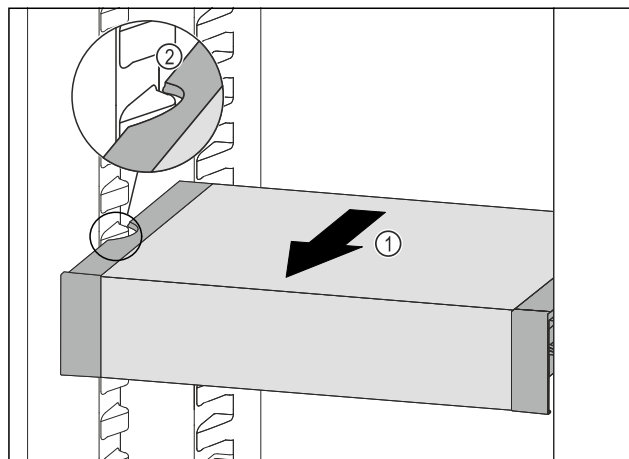

Fig. 173
- Tirer le VarioSafe vers l'avant Fig. 173 (1) jusqu'à ce que les encoches latérales du VarioSafe se trouvent au niveau de la nervure du bac dans la partie réfrigérateur. Fig. 173 (2)